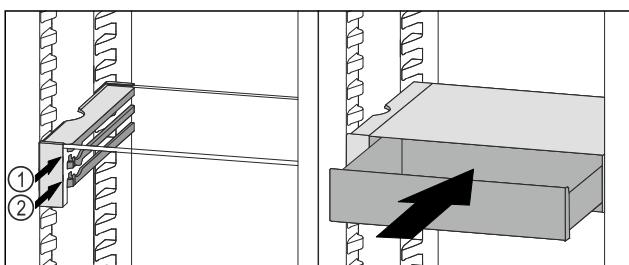

Fig. 54
- Встановити висувний ящик VarioSafe за стопорами на потрібне ребро Fig. 54 (1) або Fig. 54 (2).